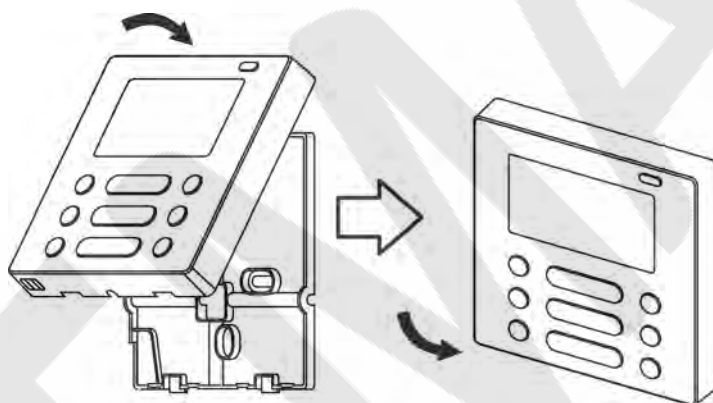

Fig.3-11
- Dopo aver applicato e riagganciato la parte superiore; evitare di bloccare i cavi durante l'installazione. (Fig. 3-11)